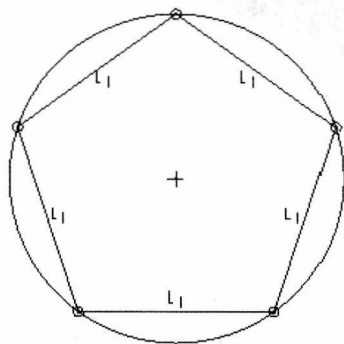

图 1-5 绘制正五边形
(3) 在各边之间加入相等约束条件, 使五边形成为正五边形, 如图 1-5 所示。